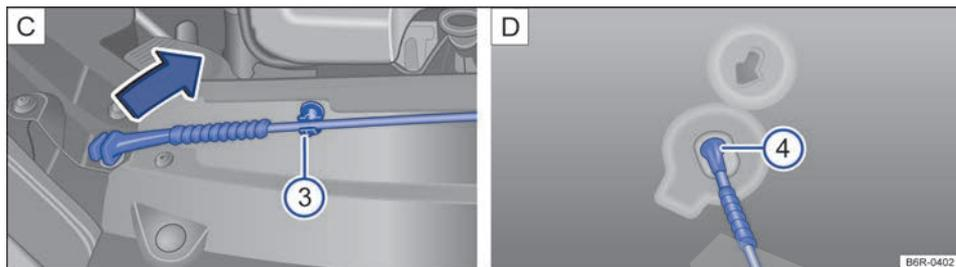

Fig. 191 C En el vano motor: varilla de sujeción del capó en su soporte. D En el capó del motor: alojamiento de la varilla de sujeción del capó.
- Retire la varilla de sujeción del capó de su soporte → fig. 191 C ③, en el sentido de la flecha, e introdúzcala en el orificio → fig. 191 D ④.
- Desenganche la varilla de sujeción del capó del orificio → fig. 191 D ④ y encájela en el soporte → fig. 191 C ③.